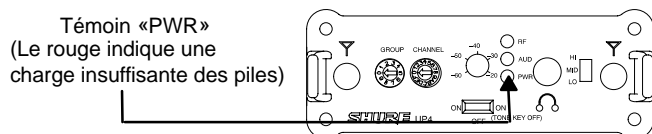

FIGURE 8
2. Observer le témoin «PWR» (alimentation) situé sur le panneau frontal (voir figure 8). S'il est allumé en rouge, la charge des piles est insuffisante ; les changer immédiatement.